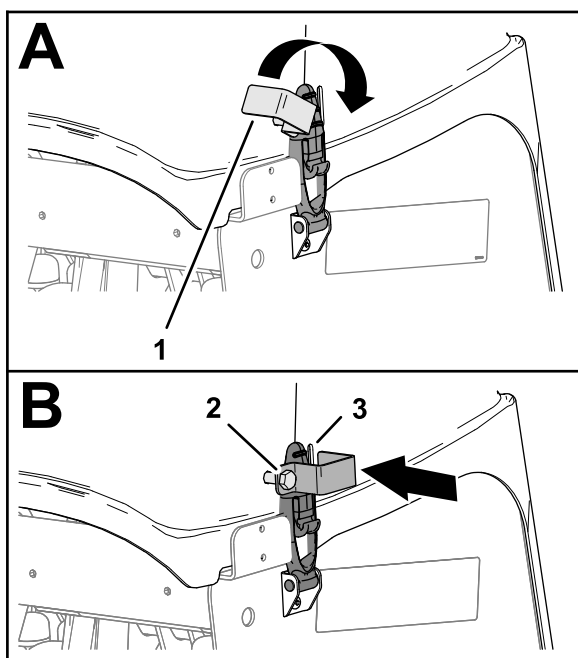

Рисунок 154
3. Если ваша машина оснащена замками с фиксатором в соответствии с требованиями ЕС, поверните стопорную пластину так, чтобы она совместилась с пазом на боковой стороне кожуха вала аэратора (Рисунок 154).
4. Затяните болт стопорной пластины (Рисунок 154).